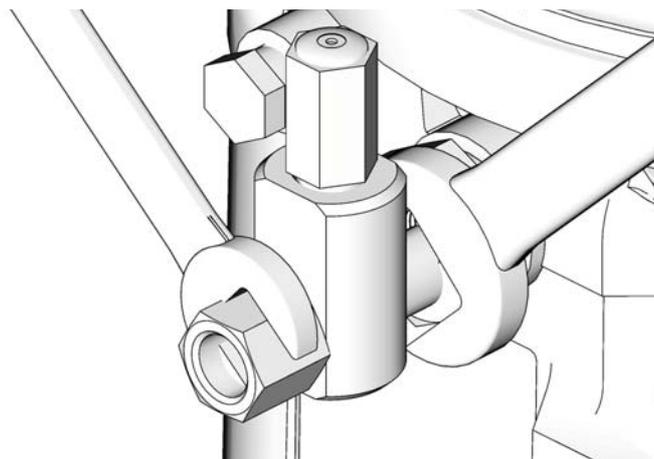

рис. 15
1. Ослабьте фитинг патрона насоса (рис. 15).
3. Затяните фитинг патрона насоса, поворачивая два ключа в противоположные стороны (рис. 15).